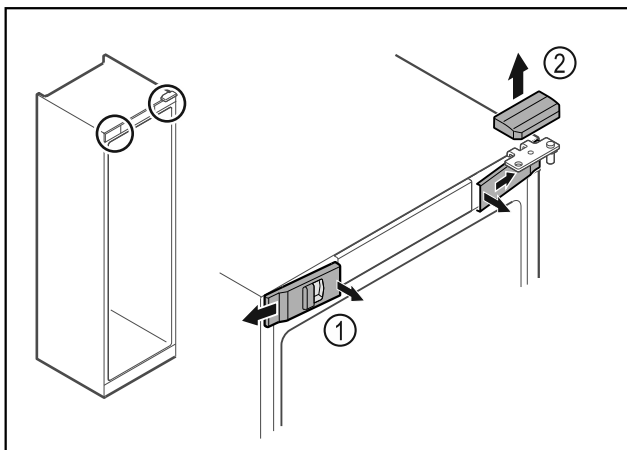

Fig. 12
- Vordere Abdeckungen Fig. 12 (1) innen ausrasten und zur Seite abnehmen.
- Obere Abdeckung Fig. 12 (2) nach oben abnehmen.